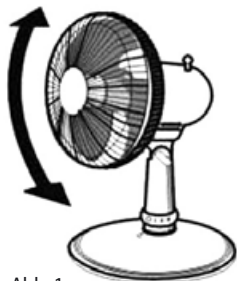

Abb. 1
3. Stellen Sie die gewünschte Neigung des Lüfters ein (Abb. 1). Während der Einstellung hören Sie das Knacken der einzelnen Stufen.